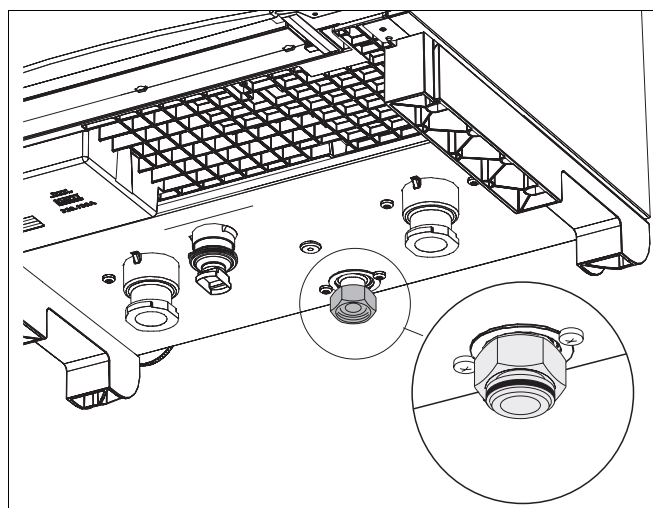

Fig. 3 Gummipakning
- Sørg for, at den flade gummipakning, som er formonteret fra fabrikken, sidder i studsene (mod kedlen) (fig. 3, **forstørret**).